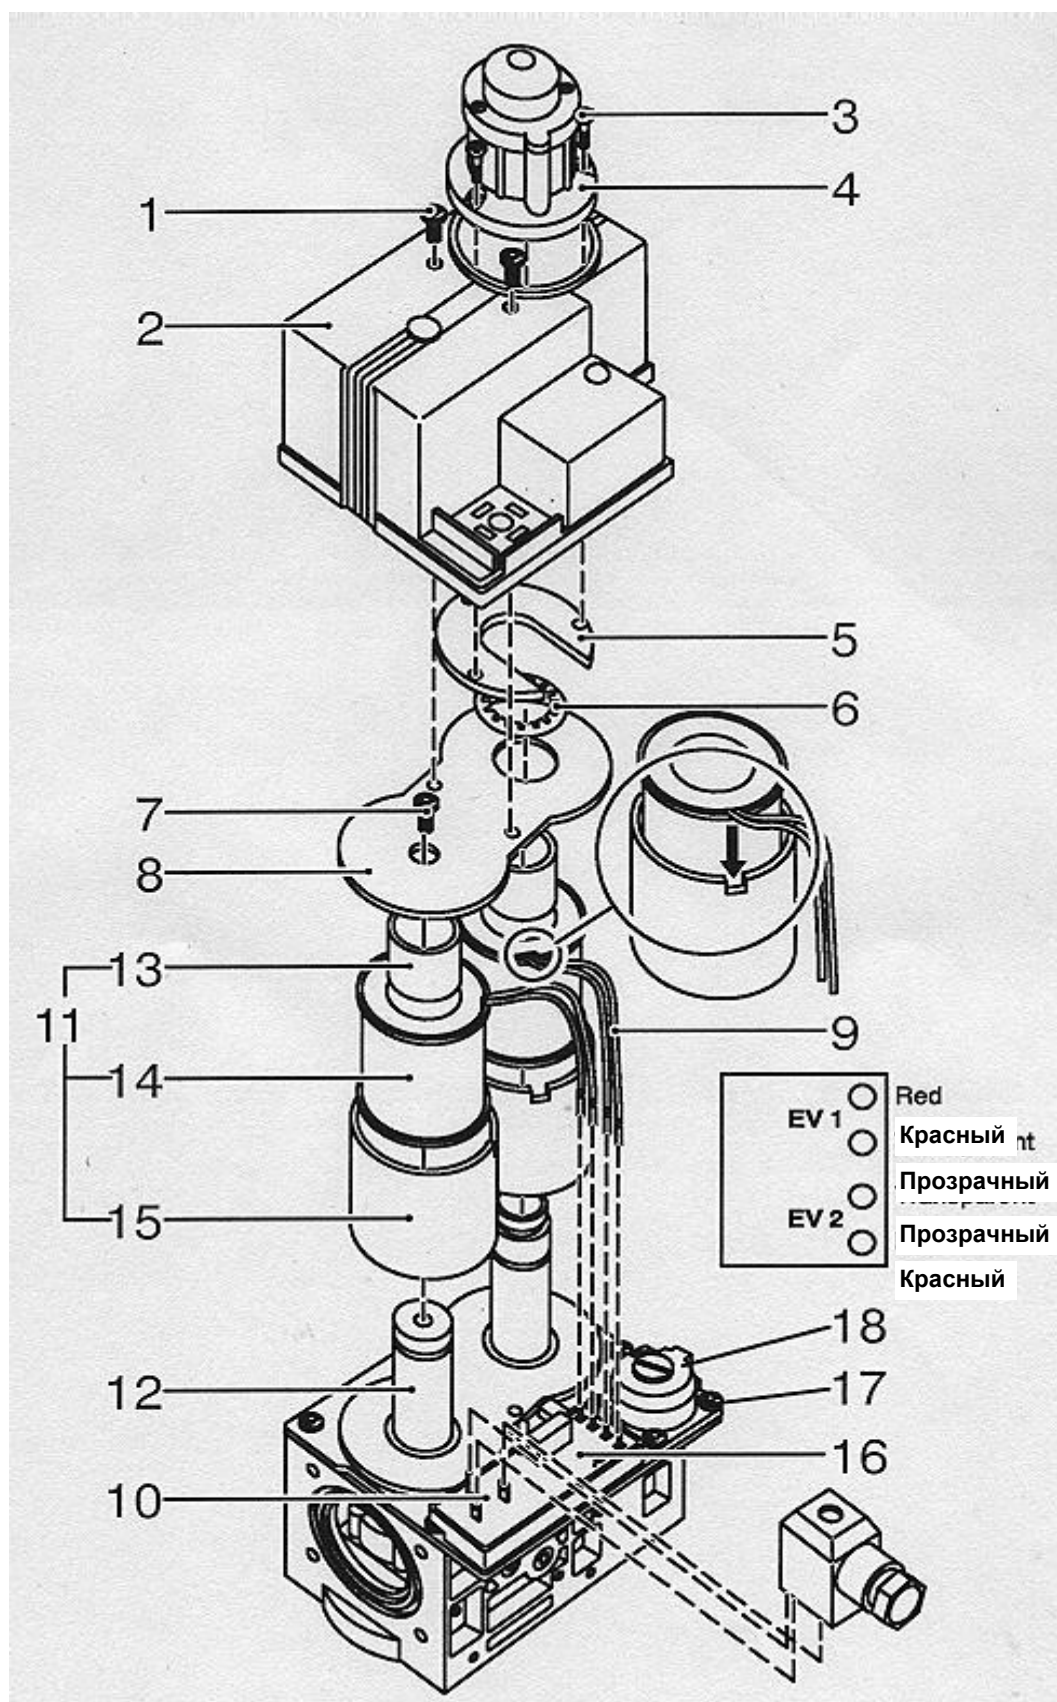

Рис. 20. Трехмерное представление клапана серии VR400
Замена катушек (см. рис. 20)**ПРЕДУПРЕЖДЕНИЕ****Сначала отключите электропитание**
6. Снимите пластинчатую пружину (6)
7. Ослабьте и снимите винт первого оператора (7)
8. Снимите верхнюю пластину (8)
9. Отсоедините провода, ведущие к катушке (9), от монтажной платы (10)
10. Снимите катушку (11) с оператора (12)
11. Выньте трубку потока (13) из катушки
12. Выньте катушку (14) из трубки (15)
16. Подсоедините провода в соответствии с рис. 20
Замена преобразователя (см. рис. 20)**ПРЕДУПРЕЖДЕНИЕ****Сначала отключите электропитание**
Замена гидравлического медленно открывающегося узла (см. рис. 20)**ПРЕДУПРЕЖДЕНИЕ****Сначала отключите электропитание**
Замена регулятора давления (см. рис. 20)**ПРЕДУПРЕЖДЕНИЕ****Сначала отключите электропитание**